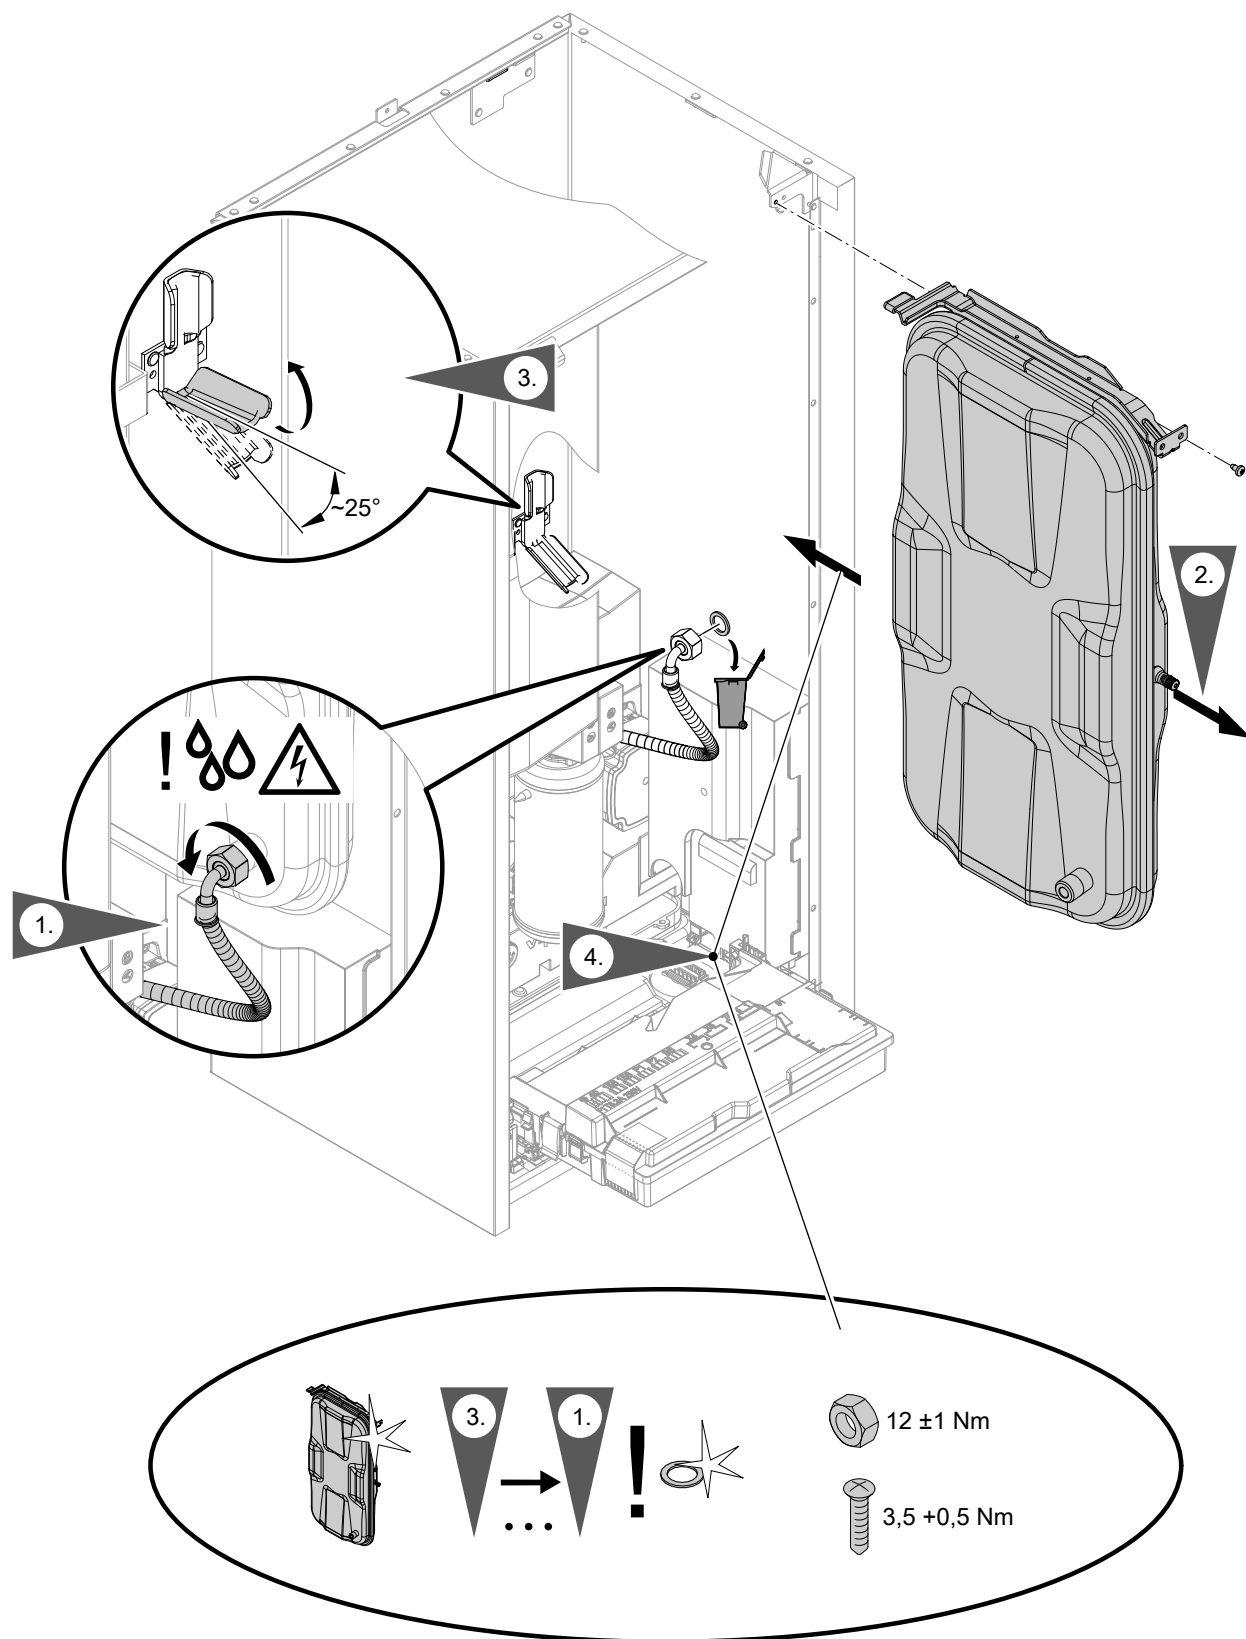

Fig. 82
- Vase d'expansion : voir fig. 82.